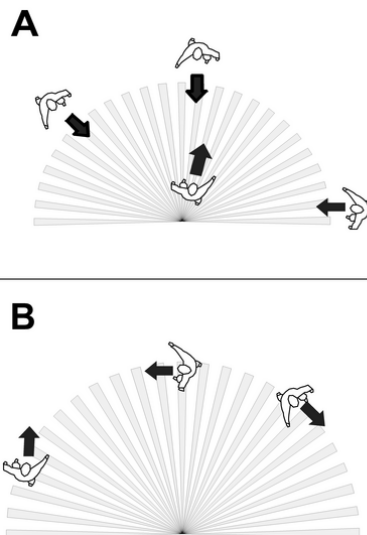

Bild 8: Erfassungsbereich abhängig von der Bewegungsrichtung
- i** Bewegungsrichtung beachten: Unterschieden wird zwischen Draufzugehen A und Quergehen B (Bild 8). Bewegungen quer zum Bewegungsmelder können besser erfasst werden als Bewegungen auf den Bewegungsmelder zu.